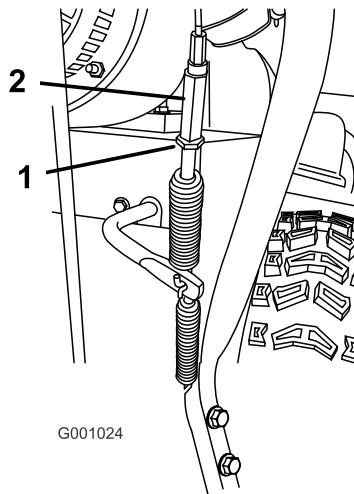

Figura 38
5. Allentate il controdado (Figura 38).
6. Allentate o serrate il tornichetto che regola la tensione del cavo (Figura 38).